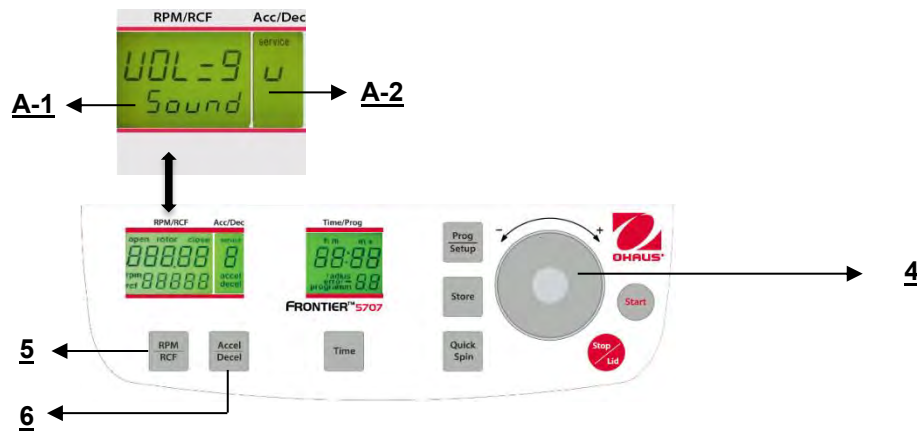

Abbildung. 30
Fahren Sie fort wie unter Punkt 4.1.2 beschrieben, um in den Programmmodus einzutreten und drücken Sie dann die Taste **"Accel/Decel"**(6). Auf der Anzeige **"Acc/Dec"** (A-2) blinkt das Wort **"Service"** . Wählen Sie nun den Buchstaben **"U"** mit Hilfe des Anpassungs Wählscheibe (4). Als Ergebnis erscheinen auf der Anzeige **"RPM/RCF"** (A-1) die Worte **"Vol=0- 9/Sound"** . Nach dem Drücken der Taste **"RPM/RCF"** (5), können Sie die gewünschte Lautstärke zwischen 0 (leise) und 9 (laut) mit dem Anpassungs Wählscheibe (4) anpassen (siehe Abbildung 30).